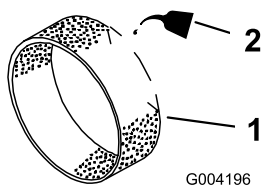

Figura 40
3. Ponga 3 – 6 cl (1 – 2 onzas fluidas) de aceite en el prefiltro (Figura 40).